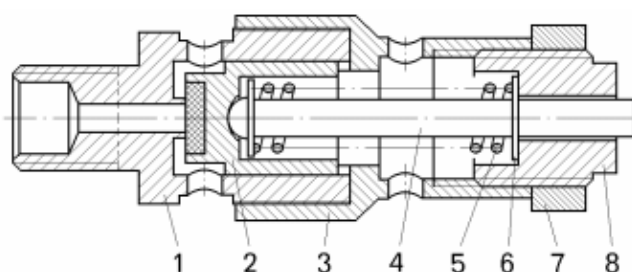

Рисунок 11.3 – Предохранительный клапан:
- отвернуть и снять гайку 7 (рисунок 11.3);
Давление открытия предохранительного клапана 5 (0,95 ± 0,15) МПа. Регулировку производить вворачиванием нажимной втулки 8 (смотри рисунок 11.3) в корпус 3.